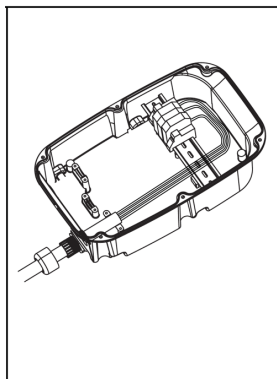

Fig. 16
- a3. Introduza a cabeça de pressão no cabo e, em seguida, passe o cabo pelo corpo principal até que fique preso (fig. 16).